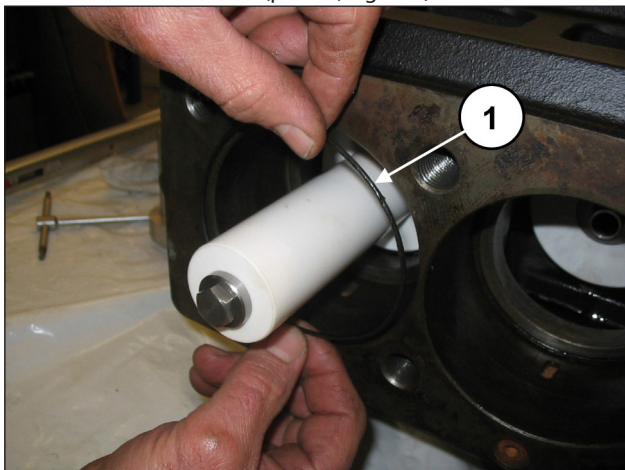
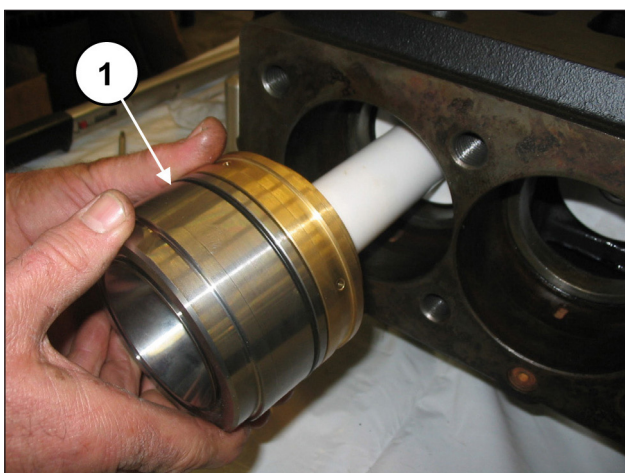

Fig. 139
Fig. 140
Inserire l'O-ring all'interno del carter pompa (pos. ①, Fig. 139) e successivamente il blocco camicia-supporto guarnizione (completo del medesimo O-ring) precedentemente assemblato fino a battuta (pos. ①, Fig. 140).